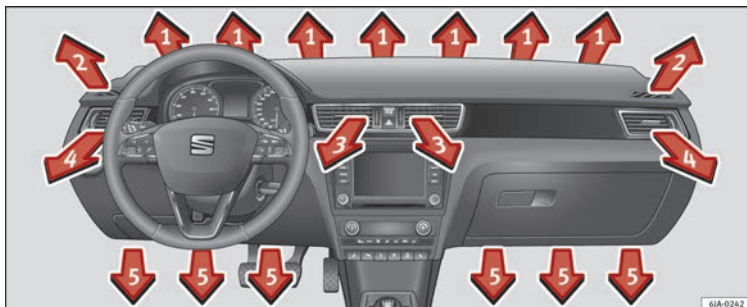

Bild 168 Ventilationsmunstycken
- Luftcirkulationsriktningen kan varieras genom att flytta skjutreglaget uppåt eller neråt » bild 168.
» bild 168 och 4 kan öppnas och stängas individuellt.